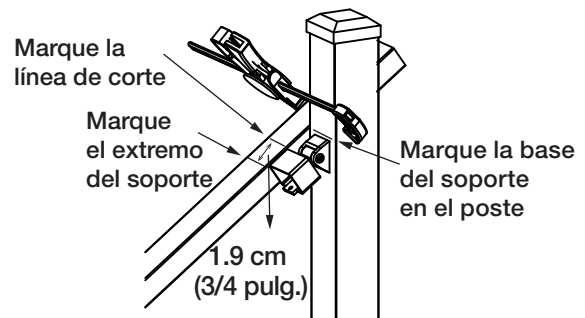

fig. 10
Paso 5 Mida la distancia entre los postes instalados para determinar la longitud del barandal superior. Posicione el barandal en las escaleras sobre un bloque espaciador, a lo largo de los salientes de la escalera. La distancia entre el poste y el espaciador de cable debe ser igual en ambos lados. Cuando el barandal esté en su posición, use abrazaderas para fijar el barandal a los postes. Arme provisionalmente los soportes rotativos. Posicione el soporte rotativo en su sitio junto con el barandal sujeto con abrazaderas. Marque el barandal en el extremo del soporte, sume 1.9 cm (3/4 pulg.) y haga una segunda marca para cortar. Marque el poste a lo largo de la parte superior o inferior de la base del soporte (B4). Vea la fig. 10. Repita en las ubicaciones del otro soporte y poste.
Paso 6 Marque las ubicaciones de los agujeros de tornillos del soporte en la parte inferior de los barandales. Quite los soportes. Haga agujeros guía que atraviesen solamente el barandal con una broca de 3 mm (3/16 pulg.). Fije el extremo delantero de los soportes (B1) a los barandales, usando los (2) tornillos de cabeza cilíndrica de 6 mm x 2.5 cm (1/4 x 1 pulg.) (B9) incluidos.
Paso 7 Sujetando las bases de soportes en los postes en las ubicaciones marcadas previamente, transfiera la ubicación de los agujeros para tornillos de la base del soporte (B4) al poste. Nota: incluya la cubierta lateral del soporte (B3) cuando determine la ubicación del centro. Haga agujeros guía en el poste con una broca de 3 mm (3/16 pulg.). Posicione la base de cada soporte con la cubierta lateral del soporte hacia las escaleras, y fíjela al poste con los (2) tornillos de cabeza plana autorroscantes #10 x 2.5 cm (1 pulg.) (B7) que se incluyen.